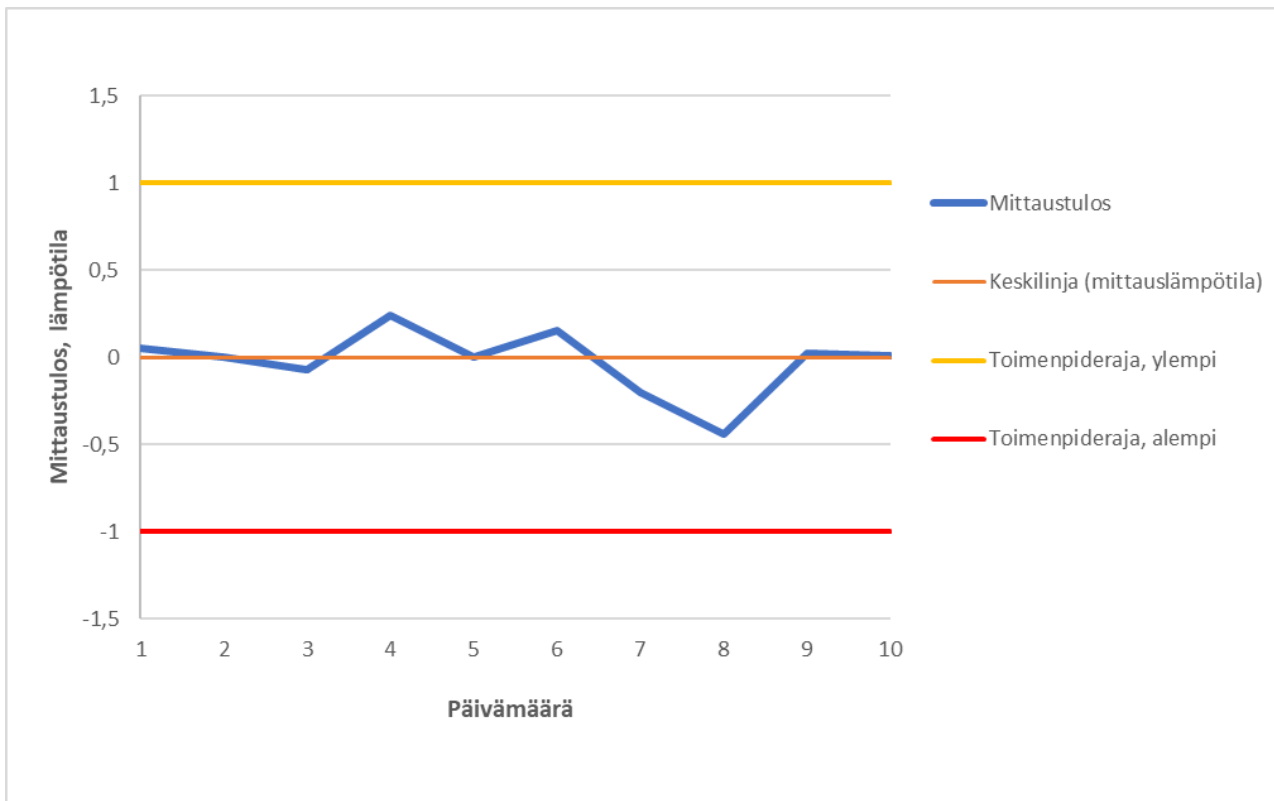

Bild 1. Kontrollkort
Det lönar sig att skapa ett kontrollkort för en termometer (se bild 1) i ett tabellkalkylprogram (Excel).
2. Om termometern inte kalibreras, kan åtgärdsgränserna på kontrollkortet bestämmas i enlighet med den precision som meddelas i specifikationen/bruksanvisningen för den aktuella termometern. Den precision som används för beräkning av åtgärdsgränsen ska vara bestämd för ett område som omfattar den temperatur som är föremål för mätning. Även den precision som krävs i användningsobjektet ska beaktas: åtgärdsgränsen ska vara lägre än den precision som krävs i användningsobjektet. Om termometern används till exempel för mätningar för vilka precisionskravet är $\pm 0,5$ °C, kan åtgärdsgränsen på termometerns kontrollkort inte vara ± 1 °C. Åtgärdsgränsen bestäms genom att multiplicera termometerns precision med en lämplig faktor (t.ex. två) och till mättemperaturen tillägga (se bild 1):